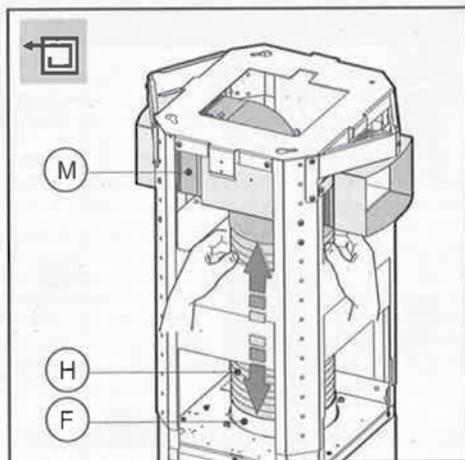

Fig.9
- **Versione filtrante:** collegare il tubo flessibile **H** (non fornito) al deflettore **M** (fig.9).
- Fissare il tubo flessibile **H** sulla Flangia di raccordo **F** (Fig. 9).